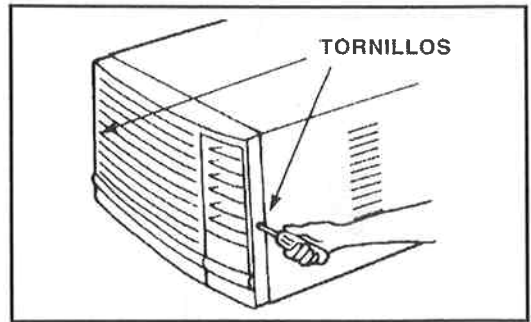

Fig. 8 - Manera de quitar los tornillos laterales (2) de la rejilla
4 Quite los tornillos laterales (2) de la rejilla. Jale la rejilla suavemente hacia afuera y hacia arriba, separándola del chasis. Póngala a un lado. Ver Figs. 8 y 9. En caso de que los tornillos originales de la rejilla se le pierdan, al reverso de la rejilla podrá encontrar tornillos adicionales.